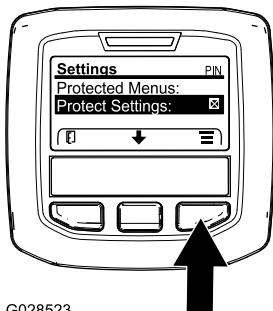

Bild 29
1. Greifen Sie auf die geschützten Menüs zu und entsperren Sie das Untermenü „geschützte Einstellungen“ (Bild 29), siehe Zugreifen auf die geschützten Menüs \(Seite 17\).